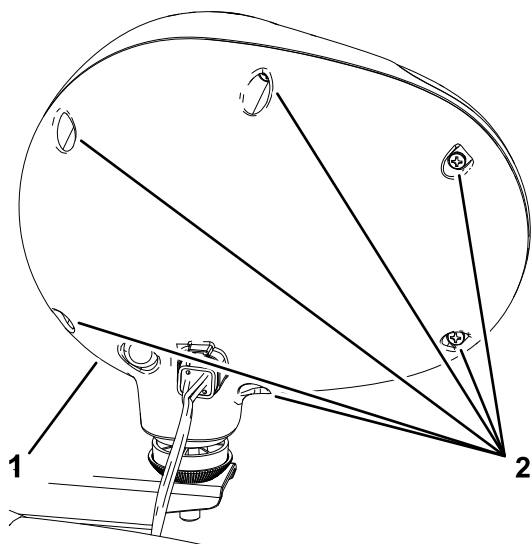

Figura 73
2. Rimuovete le 6 viti che fissano la luce operativa (Figura 73).
3. Rimuovete il coperchio della luce operativa (Figura 73).